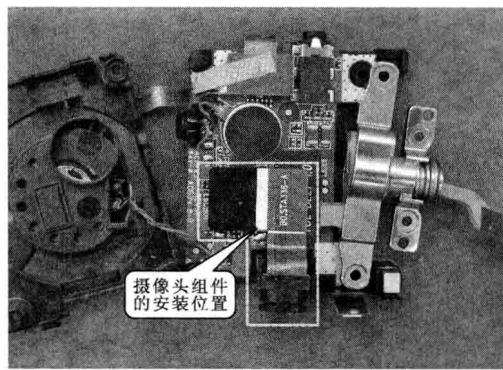

图 1-27 拆卸步骤⑦
步骤⑦ 摄像头组件通过接插件的形式安装在电路板上,如图 1-27 所示。